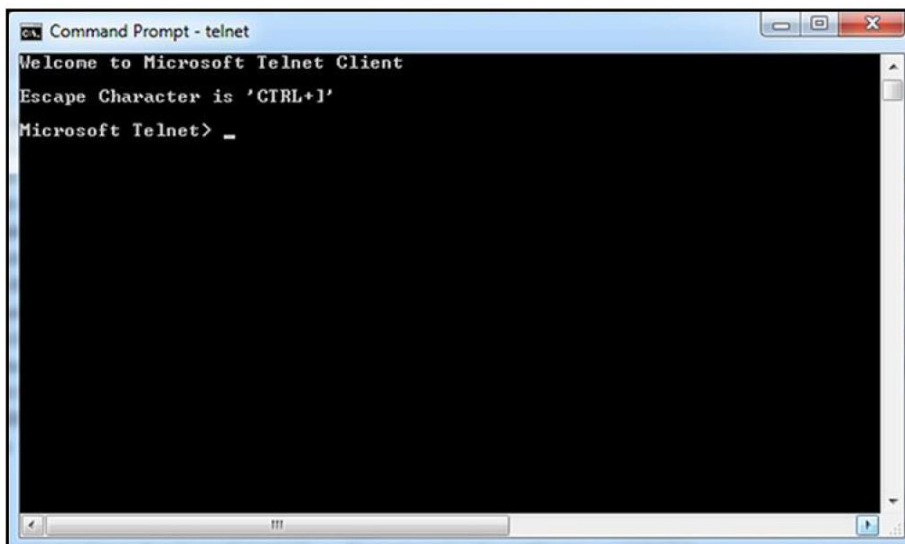

図 74 : Telnet クライアント
1. Windows のコマンドプロンプトに telnet と入力し、Telnet クライアントを起動させます（下の図 74 を参照）。